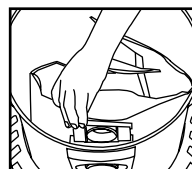

FIGURE 27
35. Faites glisser le déflecteur d'admission comportant le sac filtre dans le guide du déflecteur. **FIGURE 27.**